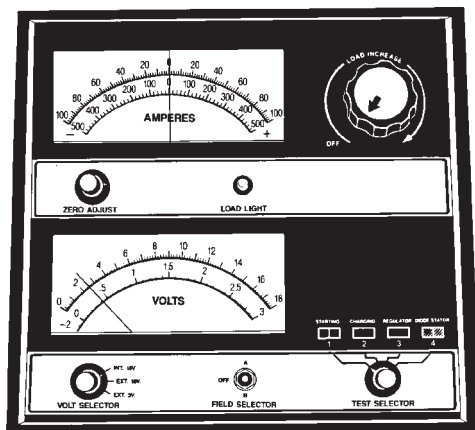

Abb. 10 Angeschlossenes Voltmeter
(1) Die Spannung zwischen den Batteriepolen mit einem Voltmeter (Anzeigegenauigkeit 1/10 Volt) prüfen (Abb. 10). Liegt der angezeigte Wert unter 10 Volt, so dauert es in der Regel einige Zeit, bis ein Zeigerausschlag auf der Anzeige des Ladegeräts zu erkennen ist, da der Ladestrom nur wenige Milliampere beträgt.